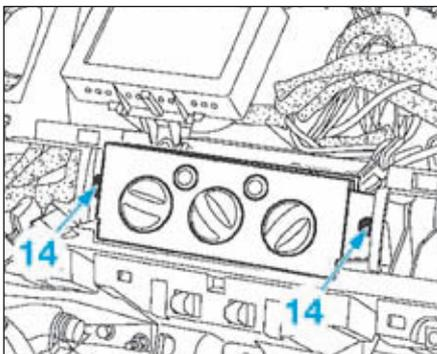

FIG.13
- Débrancher le connecteur électrique de l'airbag passager (Fig.13).